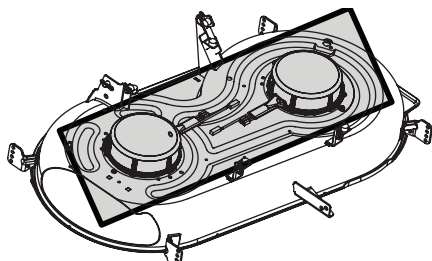

Figure 15
- Nettoyez la partie supérieure du plateau de coupe (Figure 15).